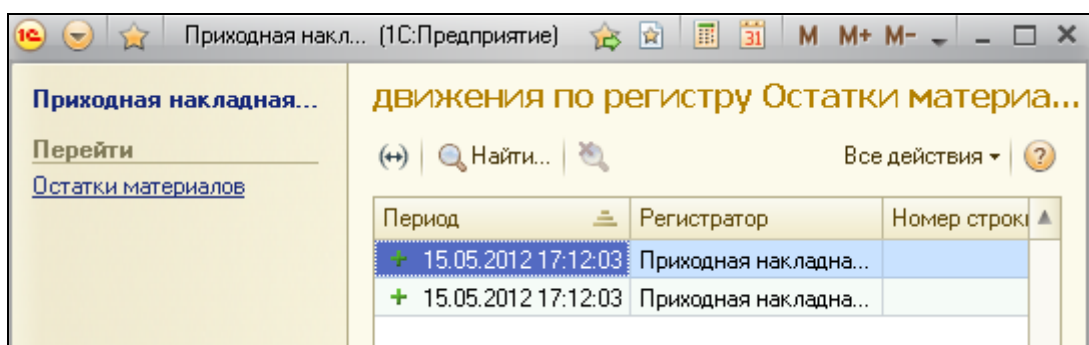

Рисунок 3.10 Движения по регистру Остатки материалов
4. Перейдите к регистру, щелкнув по строке меню **Остатки материалов**. В окне отображаются движения выбранного документа по регистру **Остатки материалов** (рис. 3.10).